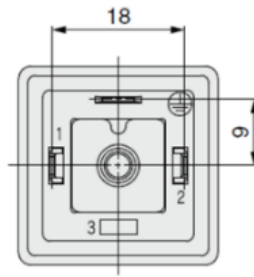

Figura 7. Terminal DIN - Forma A
- Apriete los tornillos y racores conforme a la Figura 7.